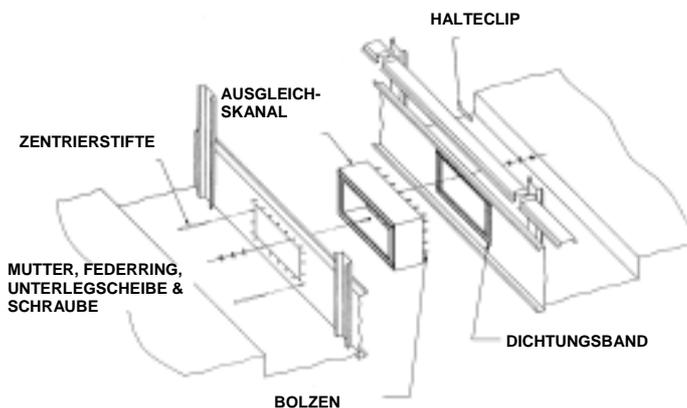

Abb. 6 – Montage Ausgleichskanal (Typen mit 4,9 – 5,3 und 7,3 m Breite)
2. Verbindungsflansche sind von Schmutz, Fett und Feuchtigkeit zu säubern. Bringen Sie eine Lage Dichtungsband auf dem Seitenteil mittig über den Bohrungen des Ausgleichskanals an (Abb. 6). Die Papierschutzstreifen müssen restlos vom Dichtungsband entfernt werden.
6. Richten Sie die Bohrlocher des Ausgleichskanals und die der Öffnung des gegenüberliegenden Unterteils mit Zentrierbolzen aus und führen Sie die Wannenteile aufeinander zu (Abb. 6).
9. Entfernen Sie die 8 mm Schrauben, welche die Tropfrinne an dem Abschlussblech halten. Setzen Sie die zusammengebaute Tropfrinne über die angepassten Gehäuseflansche der Wasserrinne. Drehen Sie die Halteclips und verschrauben Sie diese mit den vorher entnommenen Schrauben (Abb. 6 und 7).